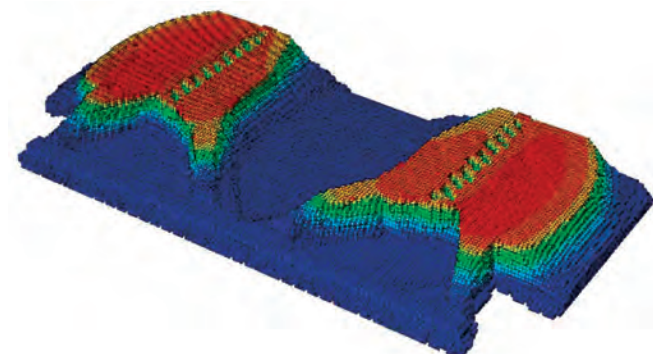

図 4: 宇宙ロケット用回路ボックスのプロセスシミュレーション
- ・ 温度勾配、冷却速度、応力勾配の捕捉に必要な時間増分サイズとメッシュサイズ、時間増分サイズの簡単な変更による再現性と効率性の制御、変形と残留応力のレイヤーごとの予測解析、結合形成と層間剥離を分析するための単一レイヤーの解析（図 4 および 5 参照）。